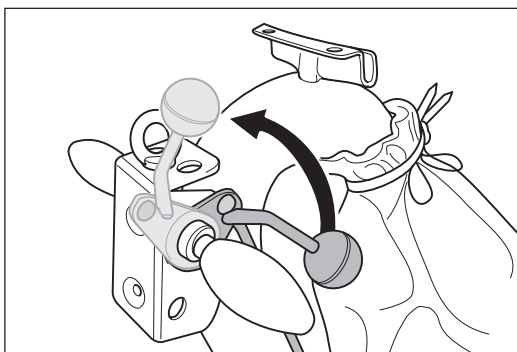

Abb. 48 Den Ablasshebel am Handgriff bis zum Anschlag nach oben ziehen. Dadurch wird die Schleifwalze vom Boden abgehoben.
- 1 Ziehen Sie den Ablasshebel am Handgriff bis zum Anschlag nach oben (Abb. 48). Dadurch wird die Schleifwalze vom Boden abgehoben.